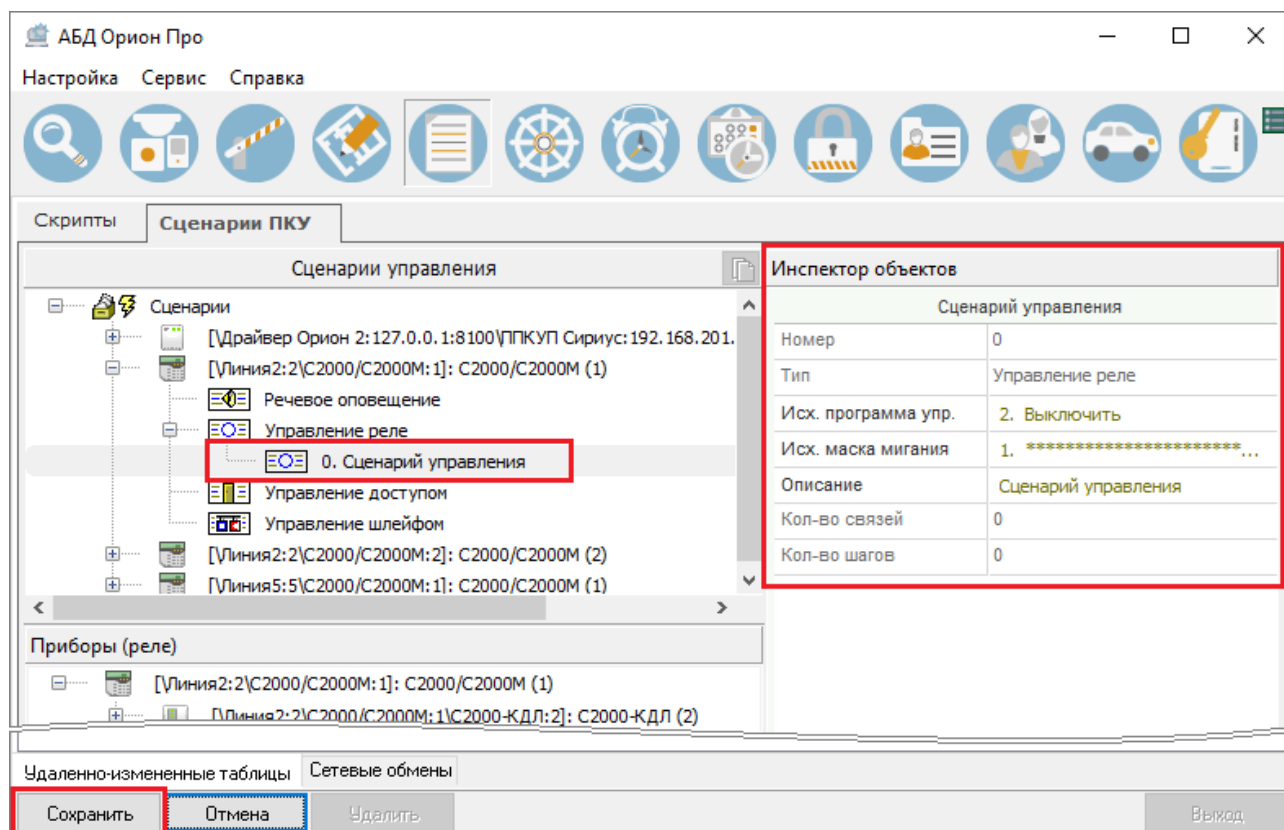

Рисунок 6-626 Создаваемый сценарий типа "Управление реле" и его свойства в инспекторе объектов
- либо кнопку «Сохранить», чтобы подтвердить сохранение создаваемого сценария (см. Рисунок 6-626),